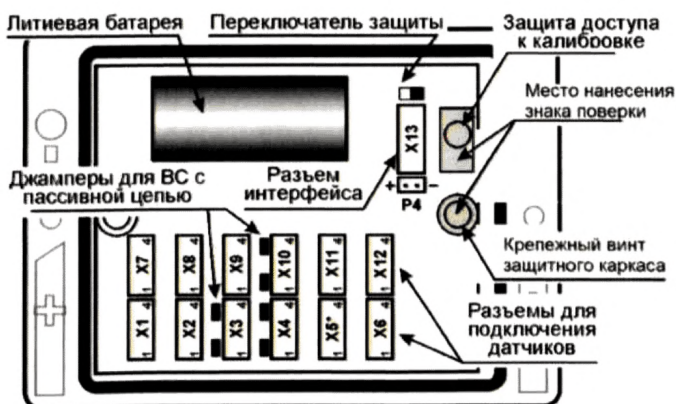

Рис.5.3 Размещение разъемов на модуле и мест нанесения знака поверки
- установите в левое положение переключатель защиты (рисунок 5.3), при этом слева в нижней строке табло должен отсутствовать символ «д»;
Знак поверки наносится на наклейку, защищающую доступ к кнопке «калибровка» на электронном модуле (платы) прибора и крепежный винт защитного каркаса электронного модуля внутри корпуса прибора (рисунок 5.3).